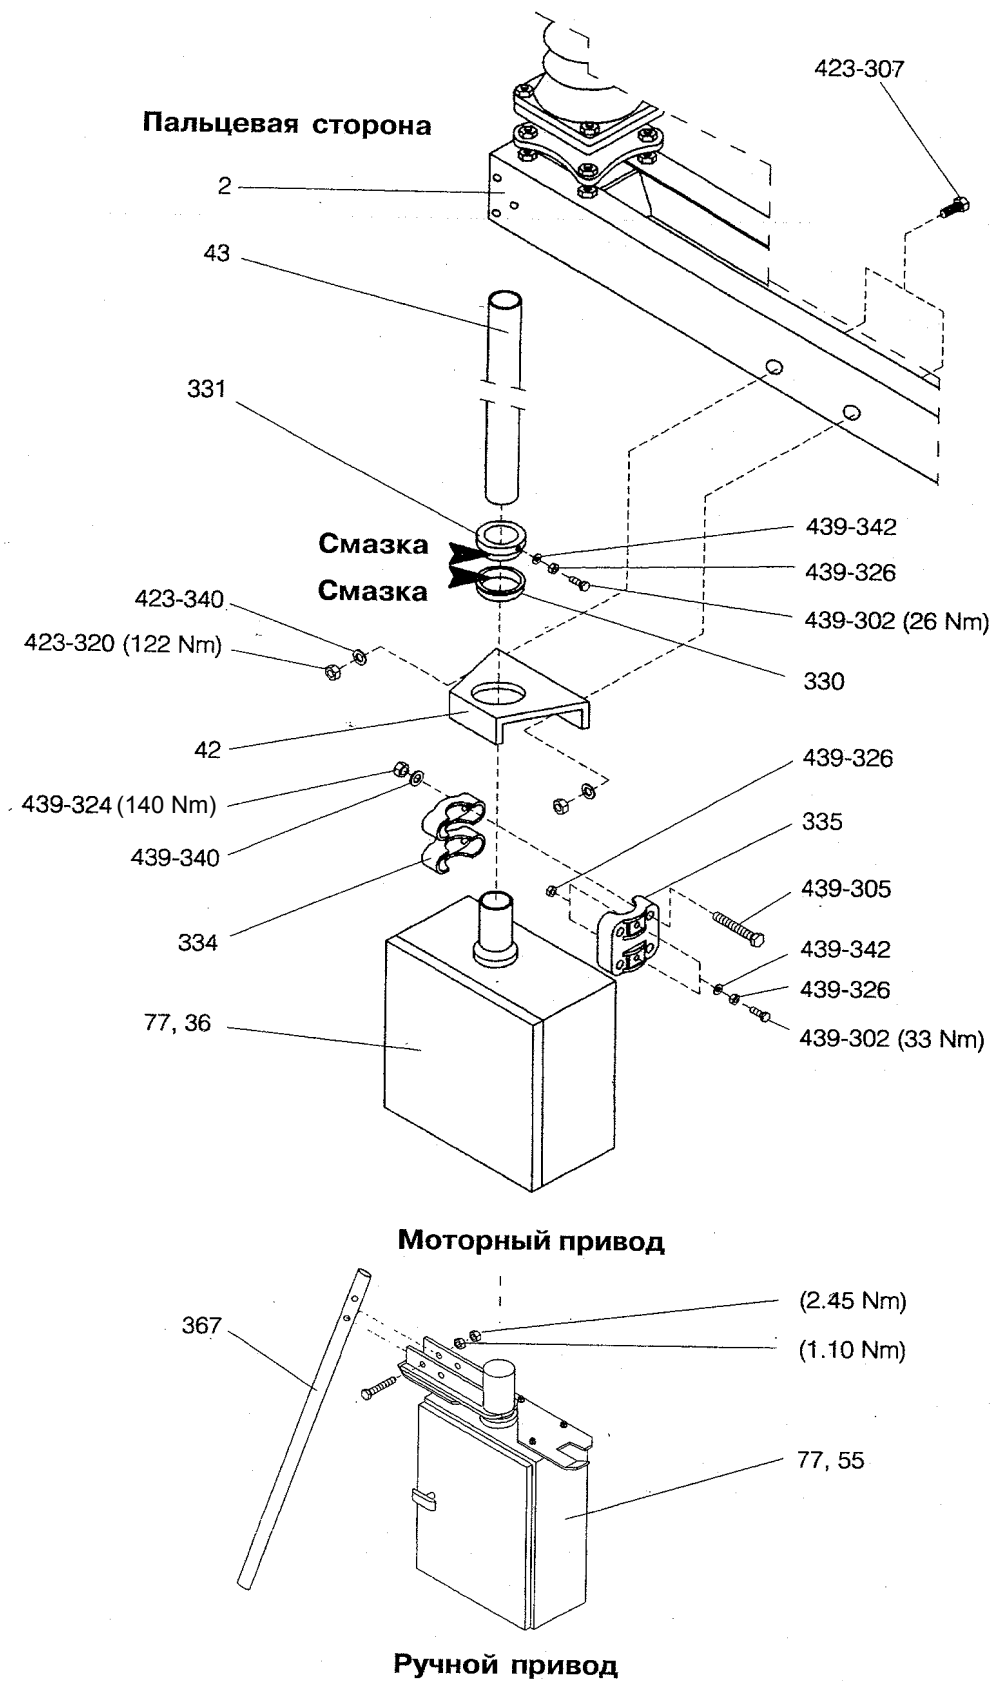
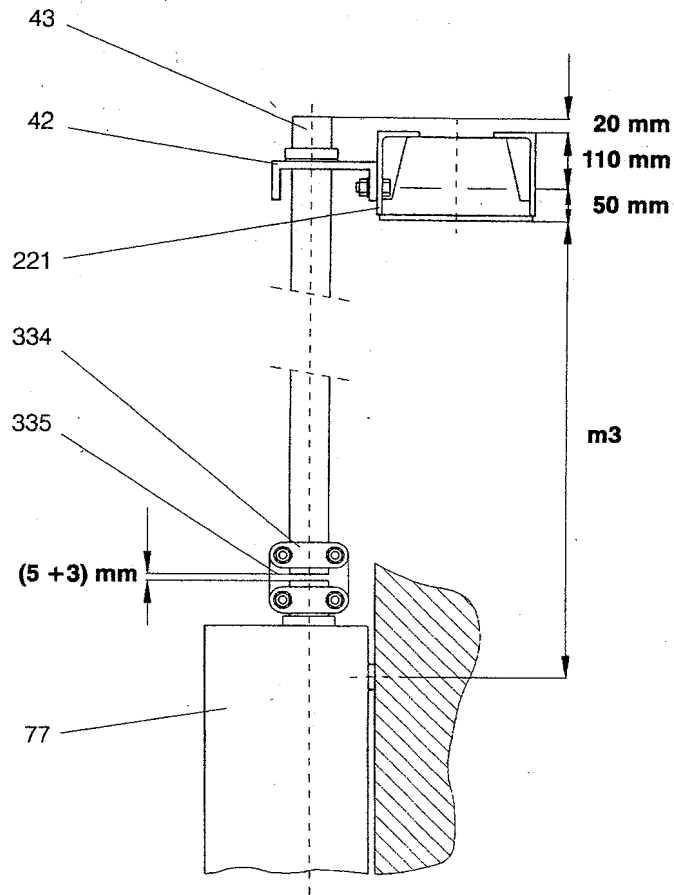
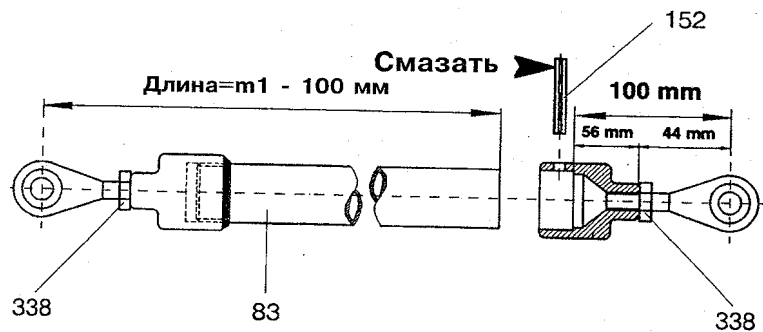

Рисунок 38: Установка приводного механизма заземлителя, отдельный монтаж. Размер $m3 < 6$ м
Рисунок 39: Установка приводного механизма заземлителя, раздельная установка. Размер $m3 < 6$ м. Монтажные размеры
Рисунок 42: Установка приводного механизма заземлителя, раздельная установка. Приводной механизм с боковым смещением
При раздельной установке приводного механизма заземлителя последовательность установки зависит от размера $m3$ приводного вала (43) см. Рис. 39,40 и от возможного смещения приводного механизма и заземлителя — Рис. 42
Если для заземлителя будет устанавливаться приводной механизм с ручным приводом, перед монтажом обеспечьте достаточный зазор для приводного рычага (367) приводного механизма — Рис. 38.
1. Распакуйте приводной механизм (77)
2. Установите подшипник скольжения (42) на раме (2) — Рис. 38
3. Если приводной механизм имеет боковое смещение: устанавливайте подшипник скольжения (42) в предполагаемом положении
5. Вставьте приводной вал (43) в подшипники скольжения — Рис. 38
6. Если размер $m3=6...12$ м : Вставьте отдельные части приводного вала (43) через подшипники скольжения
7. Выровняйте приводной механизм по вертикали по приводному валу (43) и закрепите
8. Вычислите требуемую длину приводного вала — Рис. 39, 40
12. Повторите шаг 5 и 6, застопорив опорный подшипник (330) и втулку (331) в точной последовательности в приводной вал — Рис. 38
13. Если размер $m3=6...12$ м: Соедините отдельные части приводного вала посредством соединительных муфт (334, 335) — Рис. 38
15. Соедините конец вала приводного механизма (43) и приводной вал муфтой (334, 335) — Рис. 38
17. Если приводной механизм имеет боковое смещение: Подсчитайте требуемую длину приводной тяги (83) и укоротите на соответствующую величину — Рис. 42
18. Если приводной механизм с боковым смещением: Присоедините приводную тягу (83) к приводному рычагу (76) и смещённому подшипнику (376) — Рис. 42
19. Если приводной механизм с боковым смещением: Просверлите отверстие через приводную тягу (83) (диаметр 13 мм — H12) — Рис. 42
20. Если приводной механизм с боковым смещением: Смажьте отверстие силиконовой смазкой и вставьте пружинный штифт из нержавеющей стали — Рис. 42